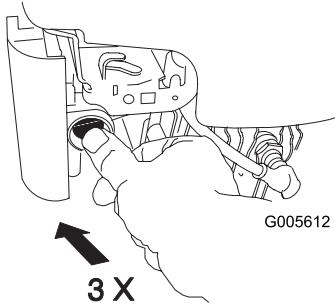

Figura 16
- Con il pollice, spingete tre volte lo starter con forza, lasciandolo inserito ogni volta per un secondo prima di rilasciarlo (Figura 16).